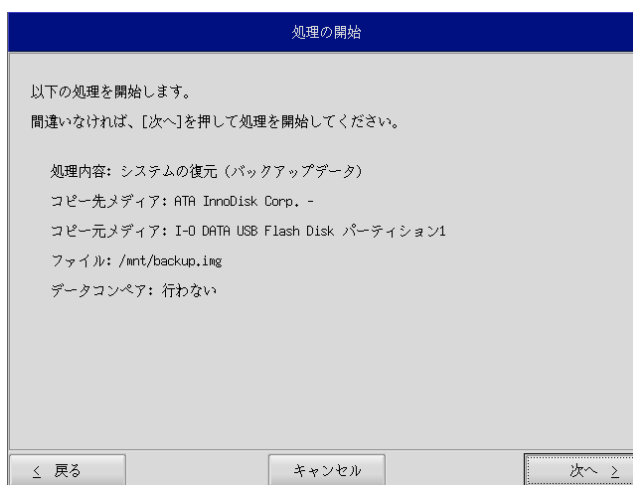

図 5-2-7. 確認画面
- ⑫ 確認画面 (図 5-2-7) が表示されます。メディア、パーティション、バックアップファイルを確認します。[次へ] ボタンを押します。